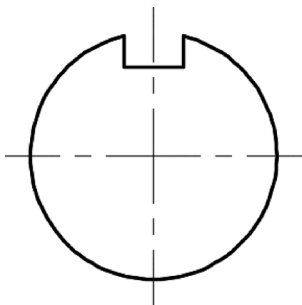

图 11-1 原始图形
1) 打开本书配套光盘中的“测量 1.dwg”文件，文件中的原始图形如图 11-1 所示。使用“草图与注释”工作空间。